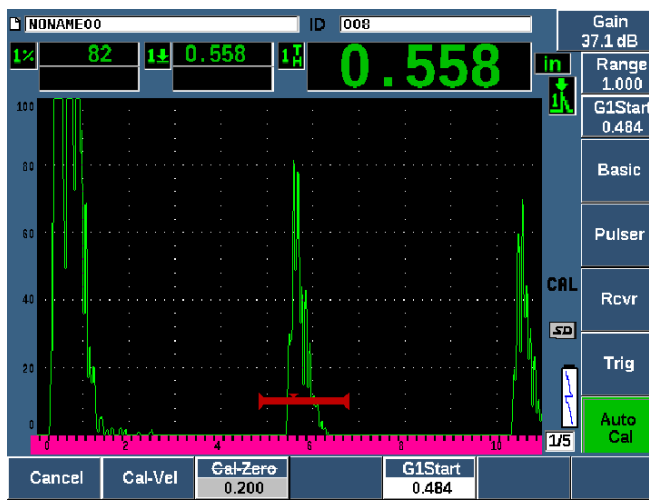

Figura 3-15 L'inizio del Gate 1
11. Portare l'indicazione all'80% dell'altezza dello schermo intero mediante i tasti 2ND F, (AUTO XX%) [vedere Figura 3-15 a pagina 88].